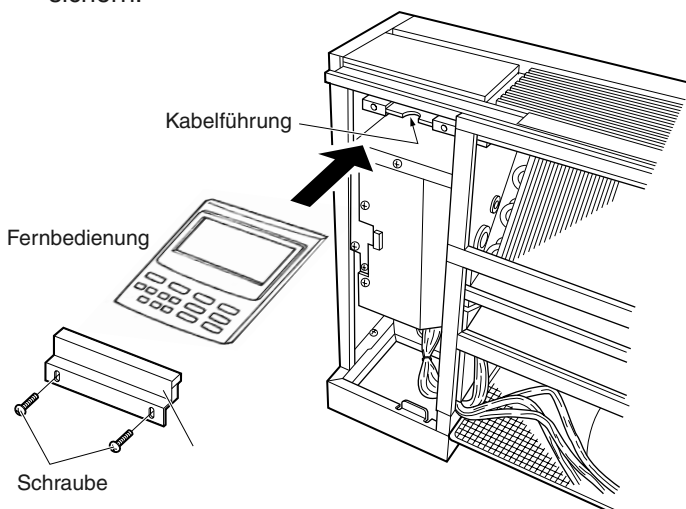

Abb. 3-187
- (2) Die Frontverkleidung abnehmen. Die Schrauben und Befestigung entfernen. (Abb. 3-187)
- (3) Die Fernbedienung in die Aufnahme in der Einheit einsetzen, wie in Abb. 3-187 gezeigt. Die Zuleitungskabel der Fernbedienung in der Mitte an ihrer Rückseite bündeln und zur Kabelführung verlegen.
- (4) Die Befestigung mit den mitgelieferten Schrauben sichern.